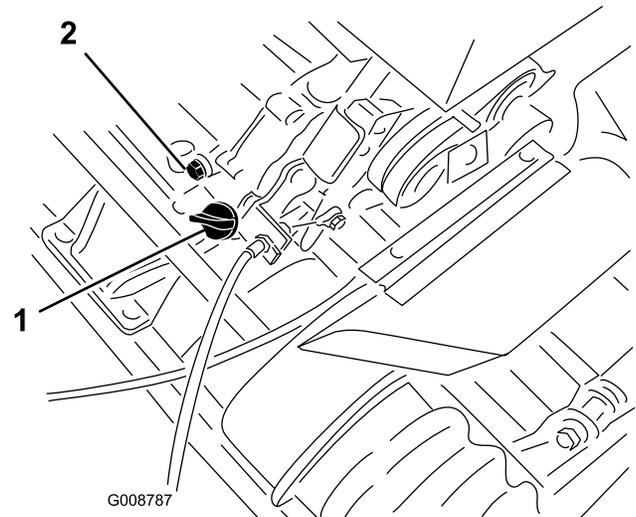

Figura 22
1. Coloque a máquina de maneira a que o motor esteja nivelado e limpe a área à volta do medidor do nível de óleo (Figura 22).
2. Coloque um recipiente de drenagem na traseira da máquina, debaixo do tampão de escoamento (Figura 22).